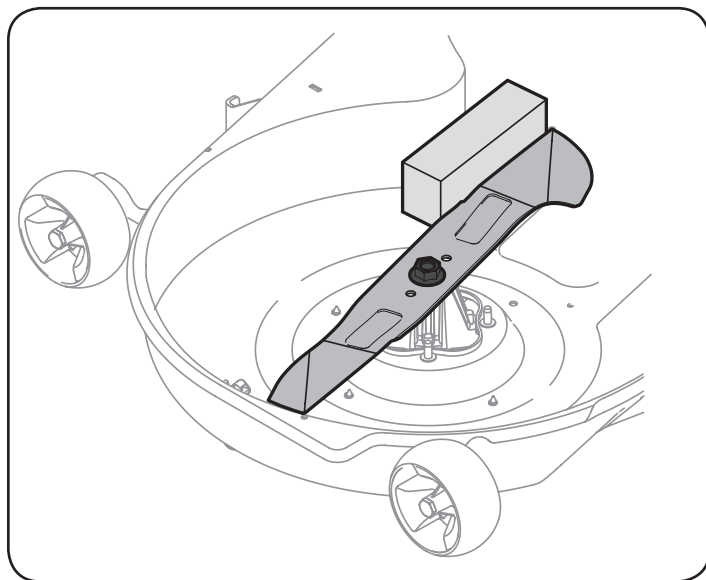

Figure 2
3. Stabilisez une des lames de coupe avec un outil de blocage de lame ou un bloc de bois. Consultez Figure 2.